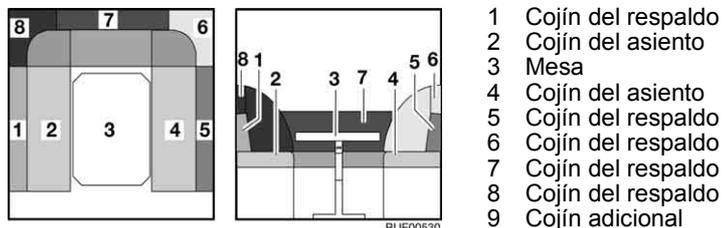

Fig. 91 Antes de la transformación
- Transformar la mesa (Fig. 91,3) en base de cama (véase apartado 6.11).